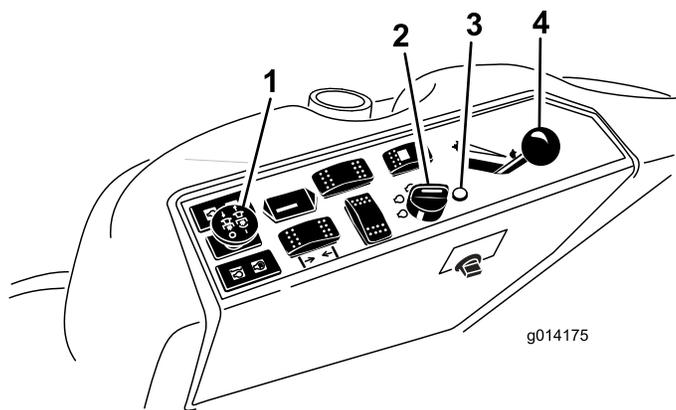

Figura 15
4. Spostate l'interruttore della presa di forza (PDF) in posizione OFF (Figura 15).
- Portate la leva dell'acceleratore al centro tra le posizioni FAST e SLOW (Figura 15).